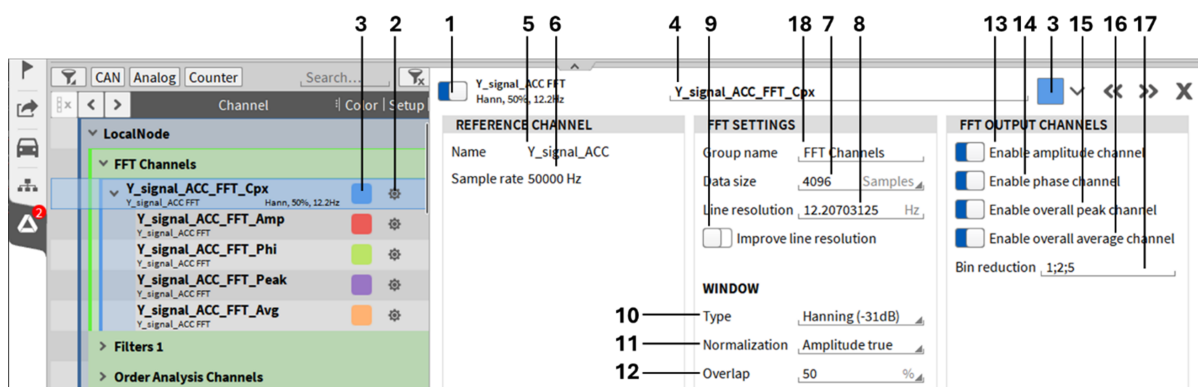

Abb. 7.86: Kanaleinstellungen des komplexen Spektrums – Übersicht
- Dieser Kanal wird nicht automatisch berechnet, sondern muss manuell in den Kanaleinstellungen des komplexen Spektrums *Channel_Name_Cpx* ausgewählt werden, nachdem der FFT-Kanal erstellt wurde (siehe ⑭ in Abb. 7.86).